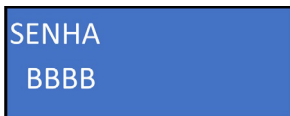

Figura 30
- Para iniciar a calibração do sensor de pH, mergulhe o mesmo na solução de pH 7.0, navegue com a tecla “para baixo” até encontrar a opção “CALIBRA SENSOR DE PH” e então, pressione a tecla “OK”. Após esse processo será apresentada uma tela intitulada “SENHA”, com uma sequência de 4 letras, para acessar este menu é necessário utilizar a senha “BBBB” (Figura 30).